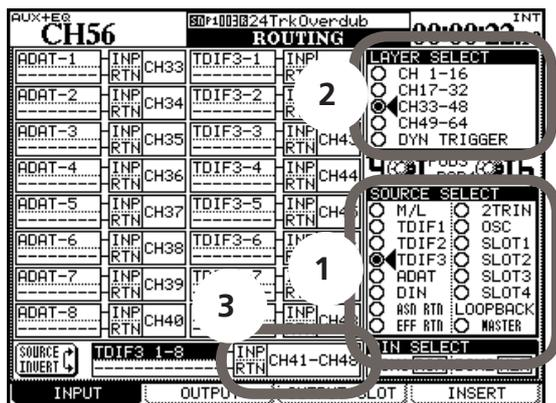

Figura 4.1: Routing degli ingressi
Le sorgenti in ingresso sono visualizzate come segue, listate in basso a destra nella schermata (punto 1 in figura 4.1, *Routing degli ingressi*):
2. Selezionare il Layer destinazione di queste sorgenti di ingresso ruotando POD 3 (2 in Figura 4.1, *Routing degli ingressi*). Scegliere fra:
Può risultare un po' scomodo selezionare 8 ingressi consecutivi e instradarli verso 8 destinazioni consecutive ogni volta. Per impostare 8 ingressi/destinazioni in un colpo solo, portare il cursore nell'area Batch Setup che si trova nella parte inferiore dello schermo (punto 3 nella Figura 4.1, *Routing degli ingressi*). La destinazione è visibile a destra mentre la sorgente a sinistra.